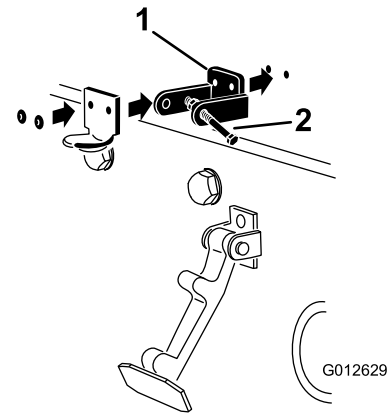

Figure 4
4. Placez les trous du support de loquet CE et du support de loquet du capot en face des trous sur le capot (Figure 4).
6. Rivez les supports et les rondelles sur le capot (Figure 4).